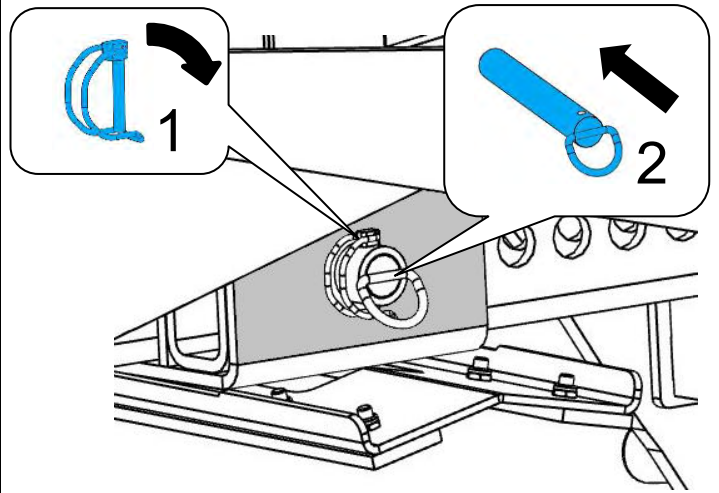

Abb. 4
5. Plaats de pen (2) terug (Fig. 4).
6. Plaats de borgpen (1) terug (Fig. 4).